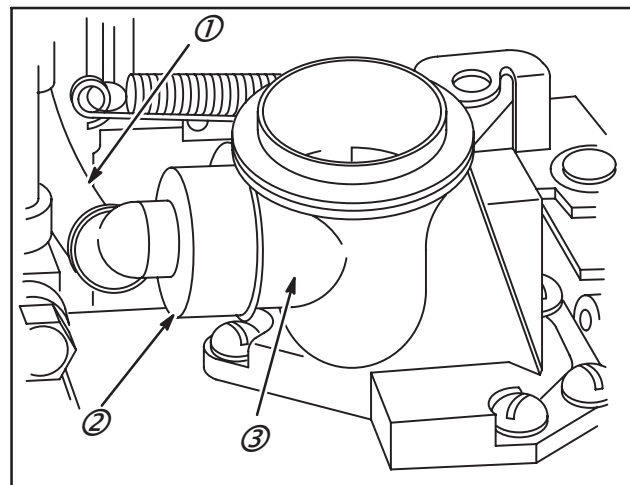

Fig. 11
Le carburateur à starter automatique toutes températures est équipé d'un ressort Bi-métal, (logement interne), (3) qui compense la température et régule l'action du starter automatique. Le ressort Bi-métal réagit par rapport à la température de l'air du carter via le tube de reniflard (1), fixé au coude en caoutchouc (2), Fig. 11 et 12.